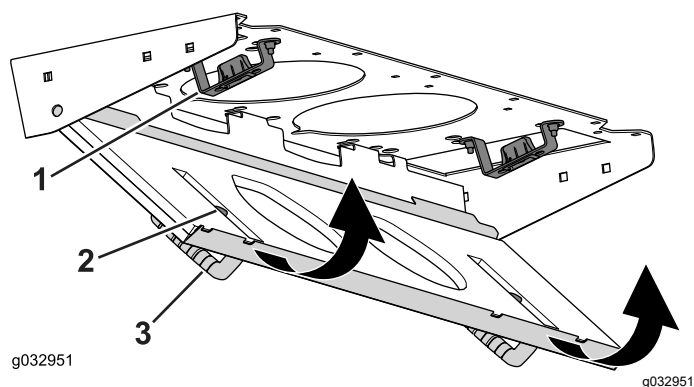

図 83
4. フィルタスクリーンを回転させてラッチをラッチ取り付けアセンブリにロックする 図 83。